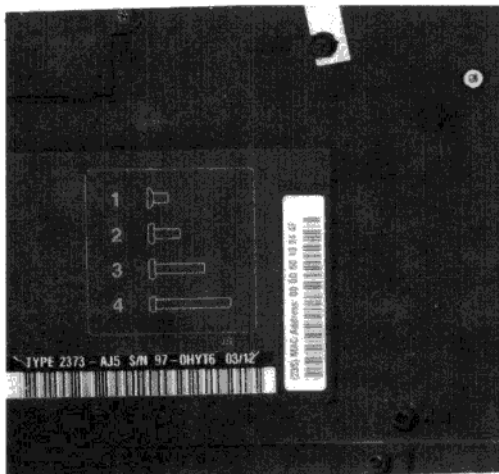
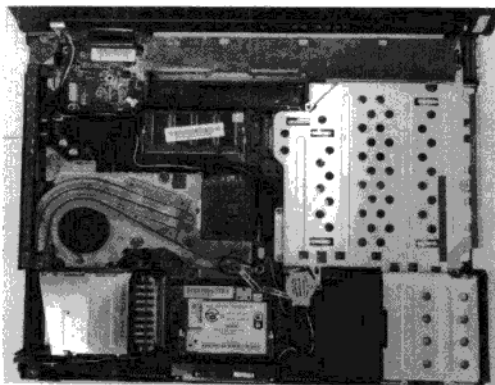

图 1-4 镙钉长短标识
图 1-5 取下掌托后
3. 拿下键盘后把 D 壳上面的镙钉全部拆掉, 镙钉长短标识如图 1-4 所示。拆 C 壳要弄清楚其结构, 如 T40 的 C 壳是由掌托和 U 形架组成的。取下掌托后的状况如图 1-5 所示。